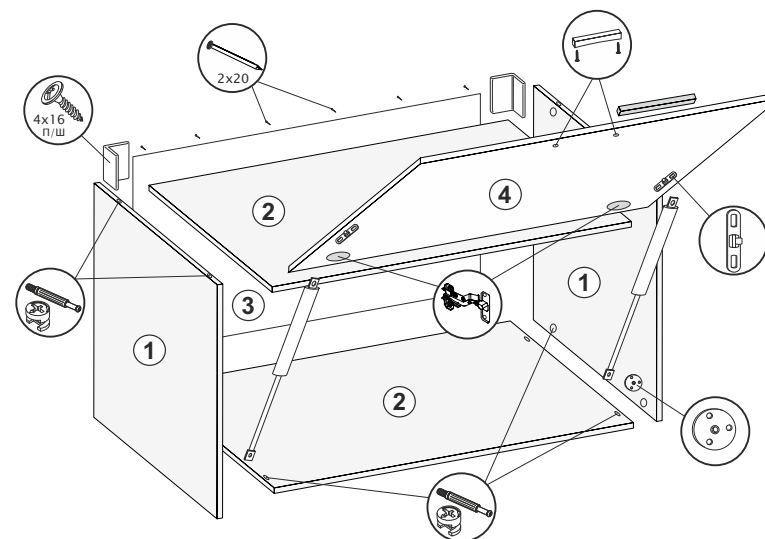

Рис.2 Створка со стеклом (тыльная сторона)
4. Соединить боковины (1) с рядом стоящими секциями межсекционными стяжками, предварительно просверлив отверстия Ø5.
5. В секциях со стеклом, использовать кляймеры и шурупы 3x16 для крепления стекла к створке (4) (рис.2).